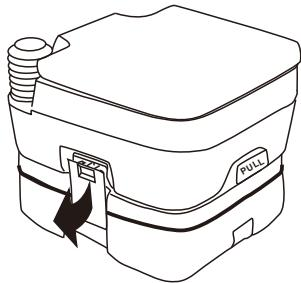

Figura 8
- Asegúrese de que la corredera esté completamente empujada antes de separar los residuos tanque de retención y luego suelte los pestillos en ambos lados, sostenga el tanque de retención de agua dulce con ambas manos y muévalo desde arriba del tanque de retención de desechos. No desmonte la válvula de corredera. (Figura 8)